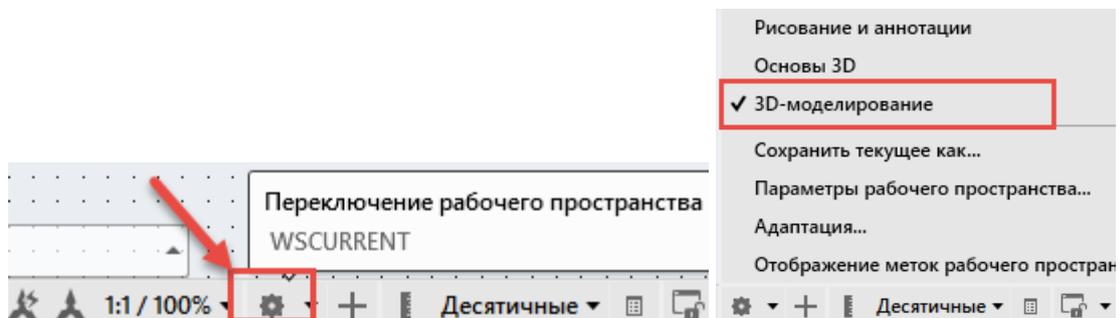

Рис. 4.2. Строка состояния AutoCAD
2. Переключите рабочее пространство на **3D-моделирование** (рис. 4.2).